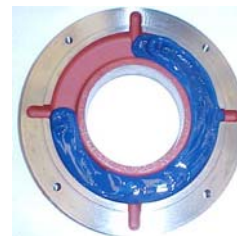

Рисунок 7.2. Внешняя крышка подшипника
- Заполните до  $\frac{3}{4}$  емкостей внутренней и внешней крышек рекомендуемой смазкой (Рисунок 7.2) и смажьте подшипник качения надлежащим образом перед сборкой.